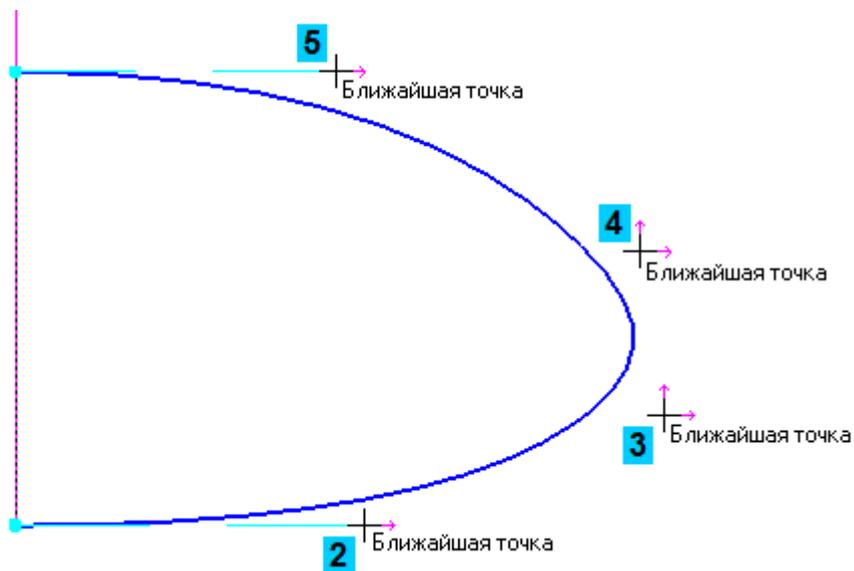

Рисунок 15.
- Попарно укажите точки 2–5 и 3–4 (рис. 15).